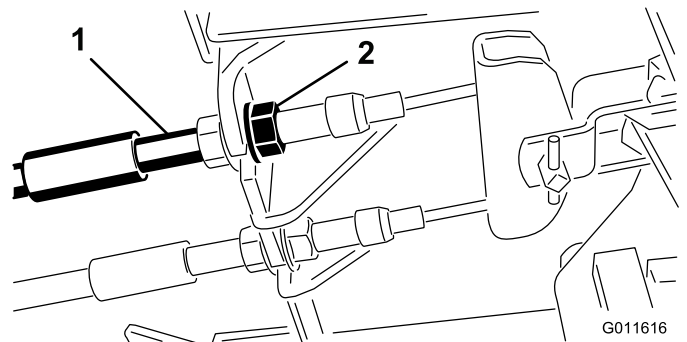

図 52
1. 遊びを減らす（ブレーキを締める）には、ブレーキケーブルのネジ山の前ナットをゆるめ、後ろのナットを締める（図 52）。